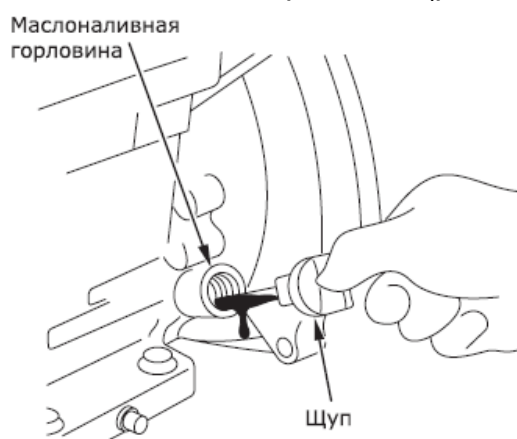
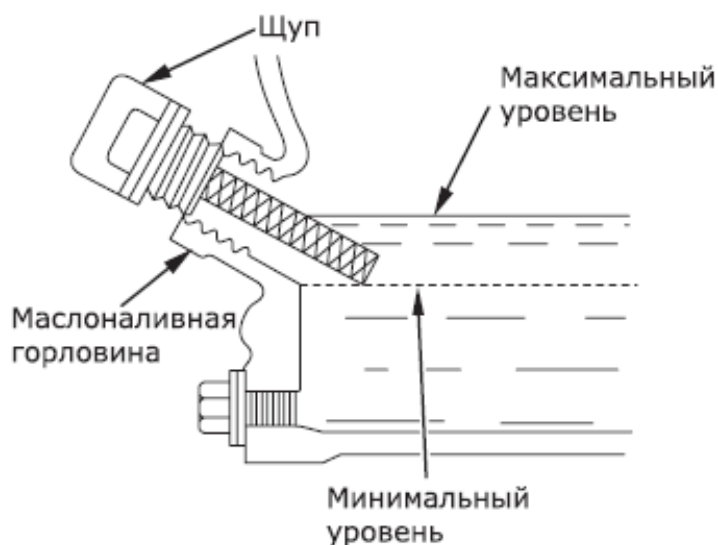

Рис. 3 – Контроль уровня масла в картере двигателя
Рис. 4 – Заполнение маслом картера двигателя
ВНИМАНИЕ! Работа двигателя при низком уровне масла может привести к его повреждению. Каждый раз перед запуском двигателя и через каждые пять часов работы двигателя проверяйте уровень масла. Поддерживайте уровень масла между отметками Min и Max на масляном щупе или по краю маслоналивной горловины (рис. 3, рис. 4).
- извлеките масляный щуп, проверьте уровень масла. Если уровень масла низкий, медленно долейте масло до нужного уровня по меткам на щупе или краю маслосливной горловины (рис. 4);